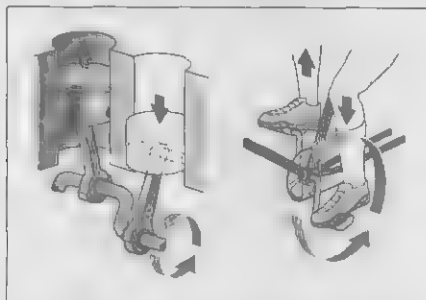

Рис. 4.4 Поршни и шатуны ходят вверх и вниз, вращая коленчатый вал
9. Снизу к поршню прикреплен **шатун**, который в свою очередь прикреплен к **коленчатому валу**, передающему вращающийся момент на **ведущие колеса** машины. Когда поршень и шатун ходят вверх и вниз, они поворачивают коленчатый вал. Как показано на рис. 4.4, это такое же движение, которое вы делаете при езде на велосипеде: колено поднимается и опускается, а стопы идут по кругу.